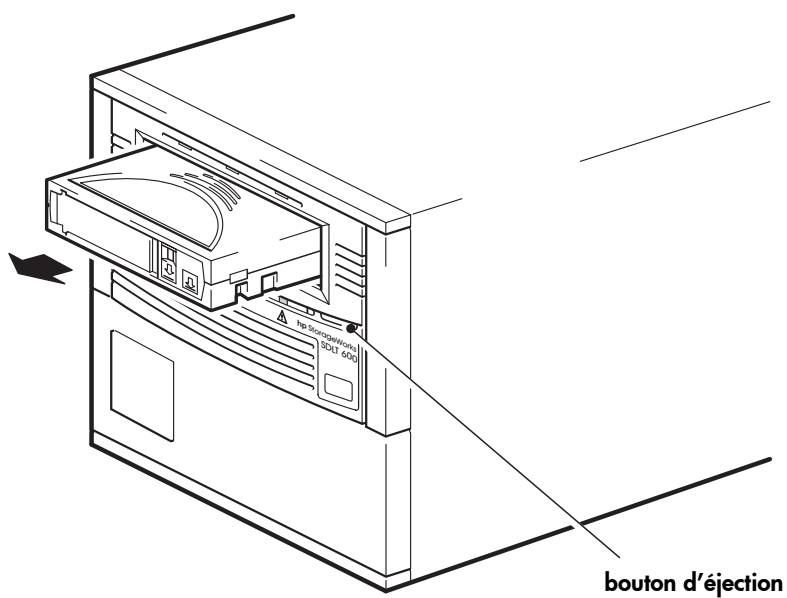

Figure 7b : déchargement d'une cartouche
- 1 Appuyez sur le bouton d'éjection sur la face avant (voir Figure 7b).